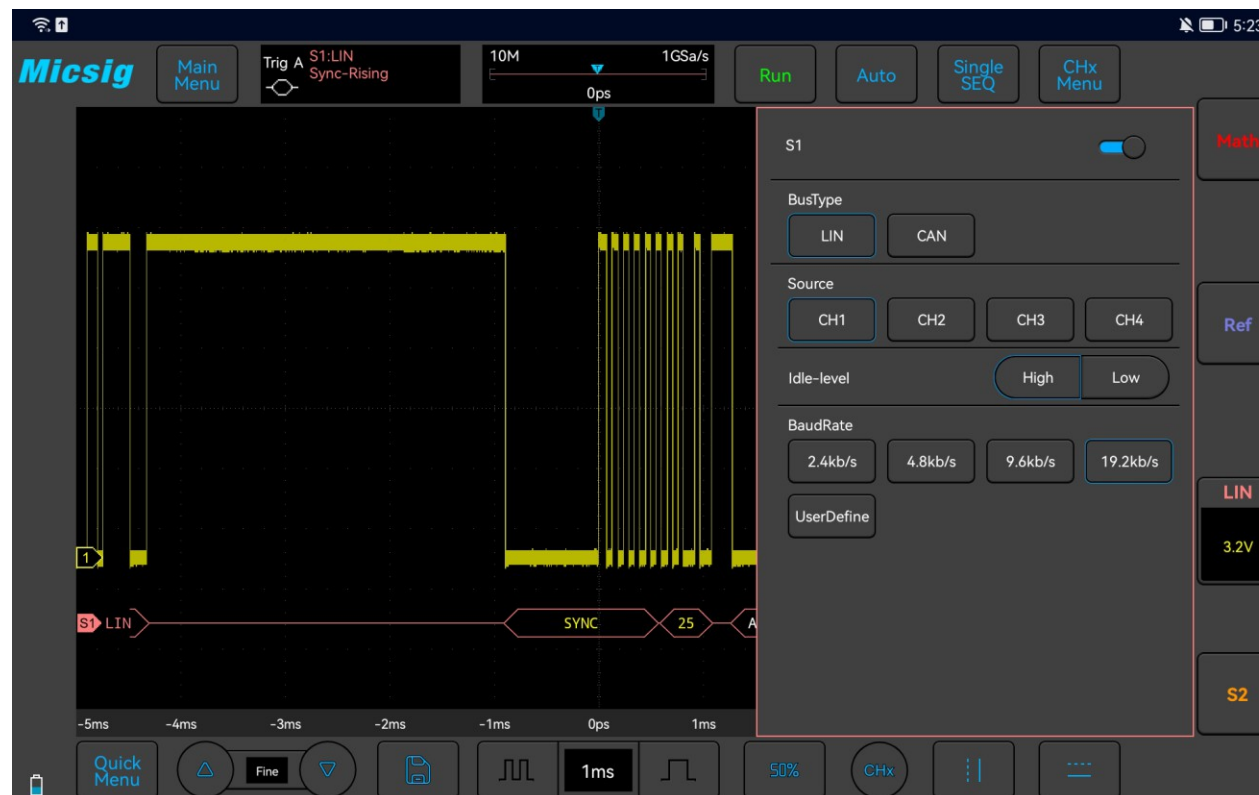

Abbildung 11-2 Menü „LIN-Bus-Konfiguration“
(1) Tippen Sie auf S1, um den Decodierungskanal zu öffnen, und klicken Sie erneut auf S1, um das Buskonfigurationsmenü zu öffnen.
- (2) Wählen Sie als Bustyp „LIN“, klicken Sie auf „Ch1“, „Idle High“, „Parity None“, „8bit“, „19,20 kb/s“, zeigen Sie „hexadezimal“ an und schließen Sie dann das Menü.
- (3) Öffnen Sie das Menü für die Triggermodus-Einstellungen, klicken Sie auf „Data“, geben Sie manuell 55 ein und drücken Sie zur Bestätigung die Eingabetaste.
- (4) Durch Anpassen des Schwellenwerts an den Amplitudenpegel des Signals kann das Signal möglicherweise stabil getriggert werden. Die grafische Oberfläche des LIN-Triggers ist in Abbildung 11-2 dargestellt:
Vorgehensweise: Klicken Sie auf die Konfigurations- en „ “, um das Einstellungsfeld für die Schwellenwertanpassung des Decodierungskanals zu öffnen, und ziehen Sie das Einstellungsfeld nach oben oder unten, um den Schwellenwert anzupassen. Siehe Abbildung 11-2: